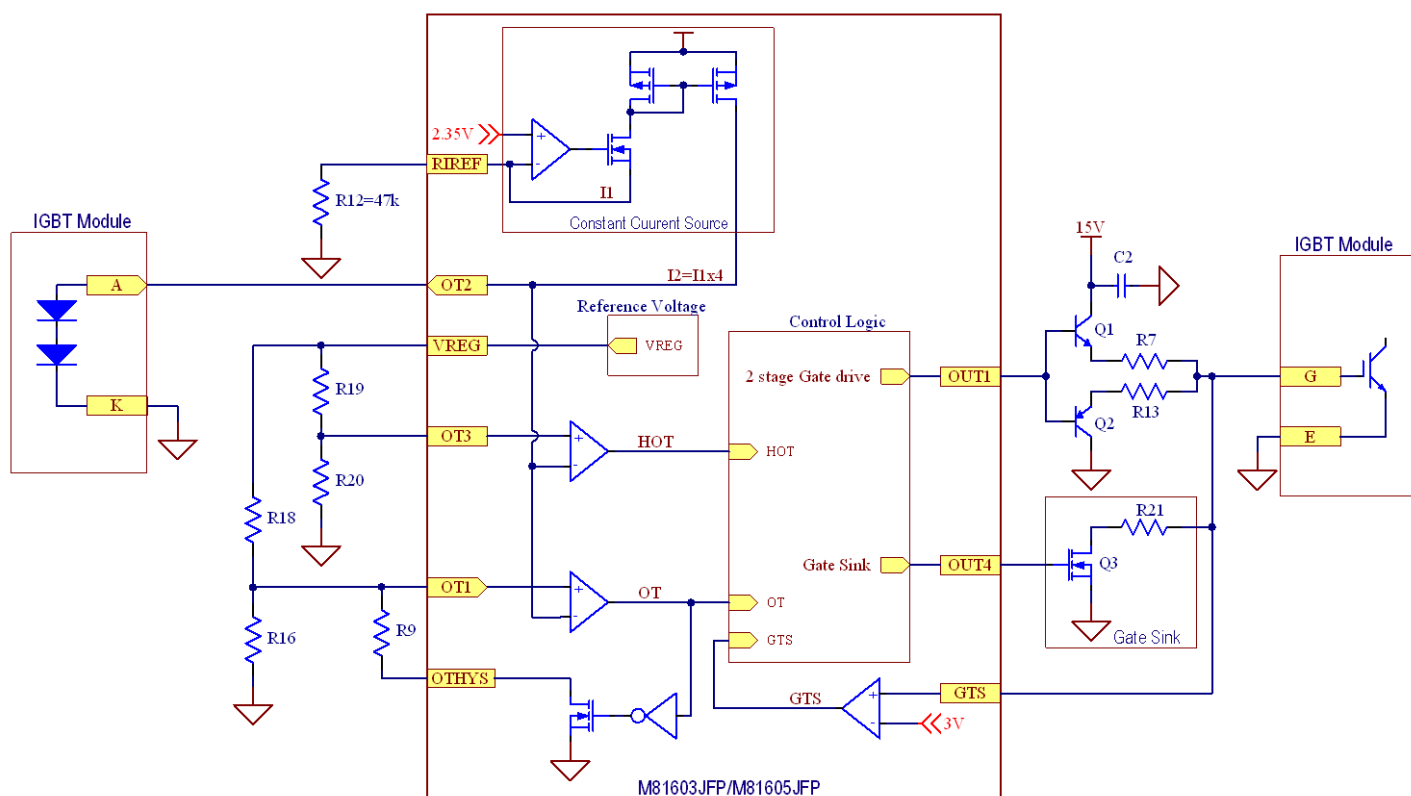
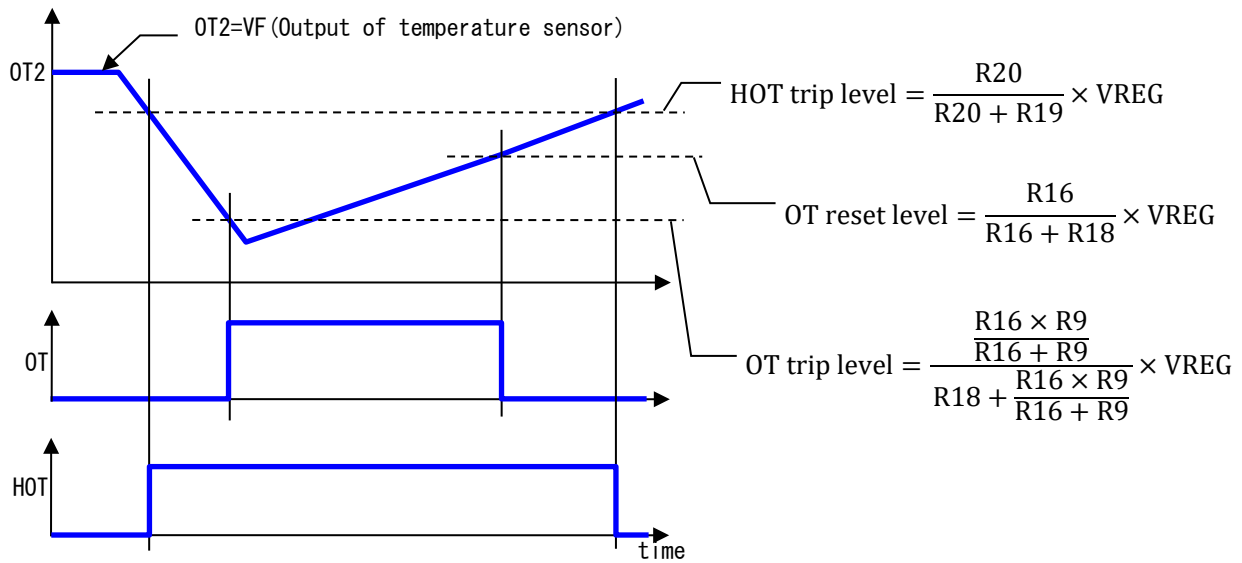

図 7. Over-temperature circuit diagram
図 8. Over-temperature hysteresis operation
過熱 (OT) 保護部の構成と動作を図 7, 図 8 に示します。オンチップ温度センサに供給するバイアス電流値はゲートドライバ IC M8160xJFP の 1pin RIREF に接続する抵抗 (図 7 中の R12) で設定します。2pin OT2 より出力されるバイアス電流値 I_F は $I_F = 2.35 / R12 \times 4$ となります。本ボードでは $R12 = 47k\Omega$ とし、 $I_F = 2.35 / 47k \times 4 = 200\mu A$ に設定しています。